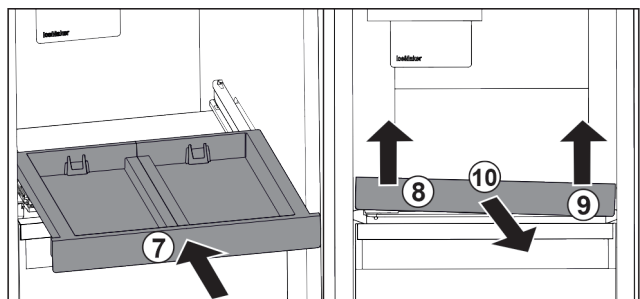

Fig. 35
- ▶ Вставити витяжну панель. Fig. 35 (7)
- ▶ Підняти витяжну панель спереду ліворуч. Fig. 35 (8)
- ▶ Підняти витяжну панель спереду праворуч. Fig. 35 (9)
- ▶ Витяжну панель витягнути вперед. Fig. 35 (10)